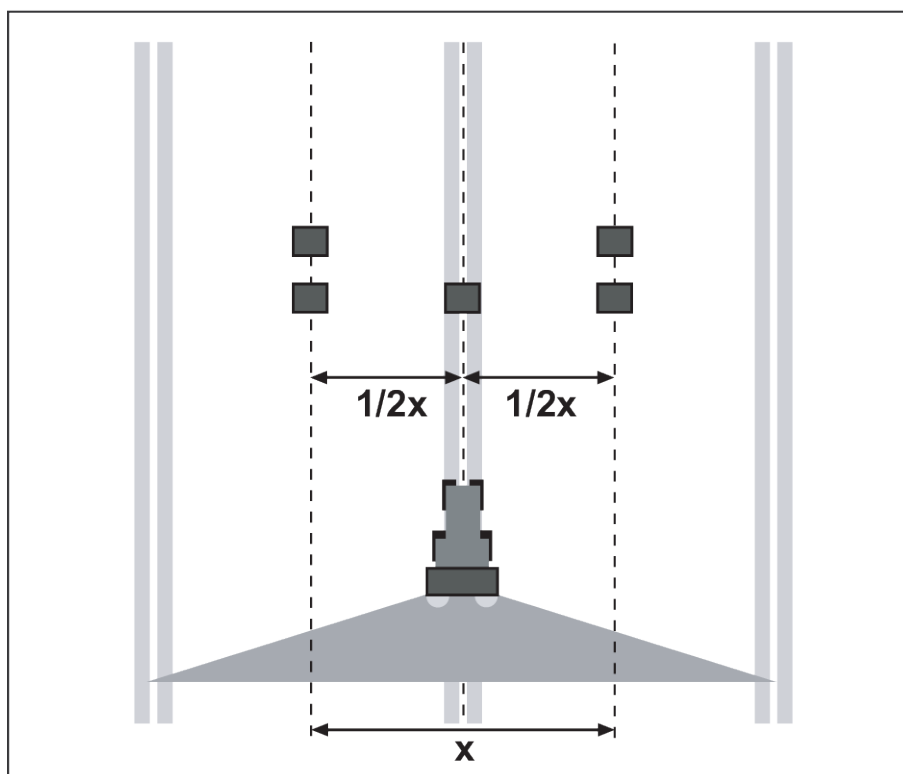

Fig. 51: Uppställning för en passering
- ▶ Ställ upp två uppsamlingssskålar i överlappningszonerna (mellan körfälten), den ena bakom den andra med ett mellanrum på **1 m** och placera en uppsamlingssskål på körspåret (enligt Fig. 51).